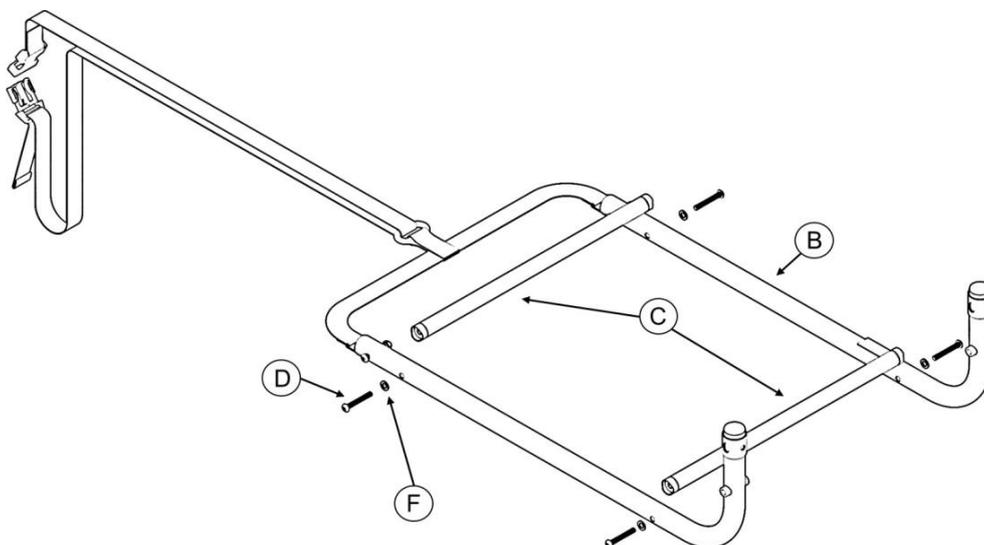

Abbildung 2
4.1 Mit dem mitgelieferten Werkzeug (J) C mit D und F an B befestigen, wie in Abbildung 2 dargestellt.